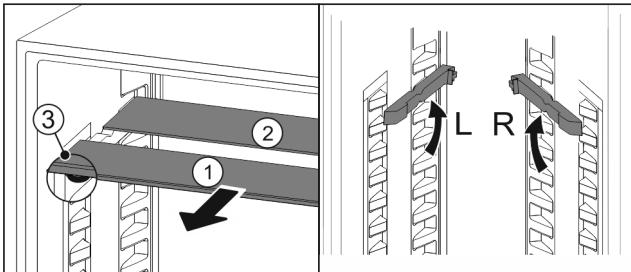

Fig. 59
- ▶ Plateaus afzonderlijk naar voren toe verwijderen Fig. 59 (1).
- ▷ Plateau Fig. 59 (1) met sierlijst ligt voor.
- ▷ Stops Fig. 59 (3) zijn naar onder gericht.